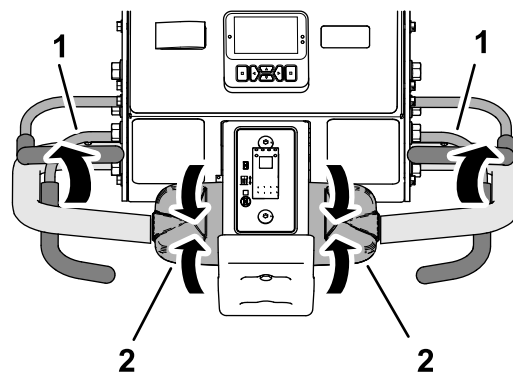

Bild 91
1. Lassen Sie den Fahrtriebshebel los und lassen Sie ihn in die NEUTRAL-Stellung fallen, und lassen Sie den Schaltbügel los (Bild 91).